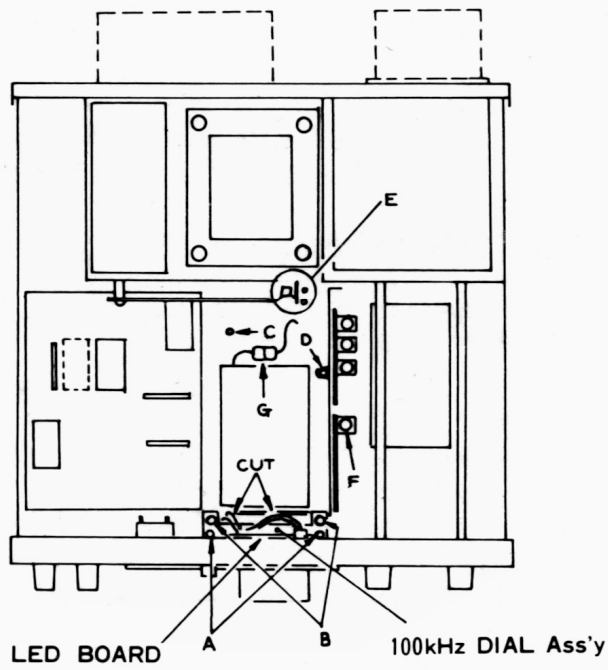

Figura 1
- 2) Remova os parafusos marcados “A” na Figura 1. Estes parafusos sustentam a placa de circuito impresso dos “LEDs”.
- 3) Remova os parafusos marcados “B” da figura 1, e levante o painel do contador analógico.
- 6) Instale os dois pinos guias nos orifícios previamente ocupados pelos parafusos “A”. Feito isto, instale o circuito impresso dos LEDs. Monte o suporte no orifício “C” mostrado na figura 1.
- 8) Instale a UNIDADE DO FREQUENCÍMETRO. Use os parafusos instalados previamente em "A" para fixar o módulo no ponto "C" (suporte) e "D" da Figura 1. Instale o conector de 9 pinos da UNIDADE DO FREQUENCÍMETRO no soquete de 9 pinos, no ponto "G" do desenho. O cabo coaxial que sai da UNIDADE DO FREQUENCÍMETRO se conecta ao ponto "F" da Figura 1.